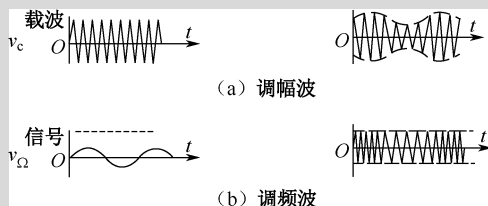

图 6-2 调制方式
(1) 调幅。载波信号的幅度随调制信号的频率变化而变化，称为调幅。调幅波的频率和载波频率一致，包络线波形和调制信号的波形一致，如图 6-2 (a) 所示。
(2) 调频。载波信号的频率随调制信号的变化。调频波的幅度和载波频率一致；频率随着调制信号的波形变化而发生变化，信号的幅度越大，频率越高（波形越密）；信号幅度越小，频率越小（波形越稀），如图 6-2 (b) 所示。